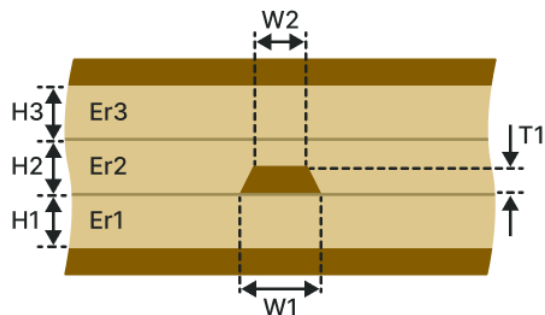

Рис. 136 Полосковая ЛП (П-1Н2В)
- Полосковая ЛП (П-1H2B), см. Рис. 136.